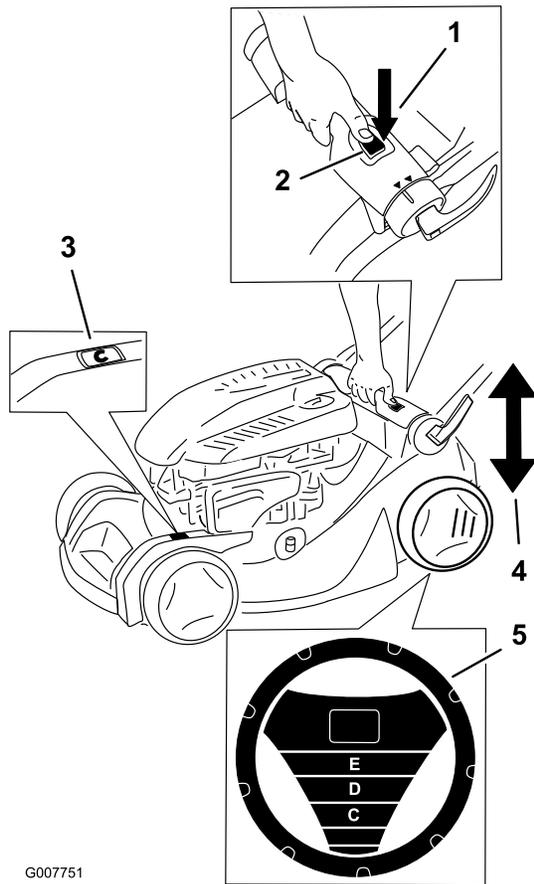

Figure 13
Remarque: Le système SmartWheel® calcule le réglage correct pour vous éviter de tondre l'herbe de plus du tiers de sa hauteur (Figure 13).
- Appuyez sur le bouton de réglage de hauteur de coupe et déplacez la poignée pour augmenter ou diminuer la hauteur de coupe (Figure 13).
- Tirez ou poussez la poignée et utilisez l'échelle de hauteur de coupe pour régler la tondeuse à la hauteur de coupe voulue (Figure 13).
- Amenez la tondeuse sur la pelouse ; arrêtez-vous quand le dessin SmartWheel est à la verticale (Figure 13).